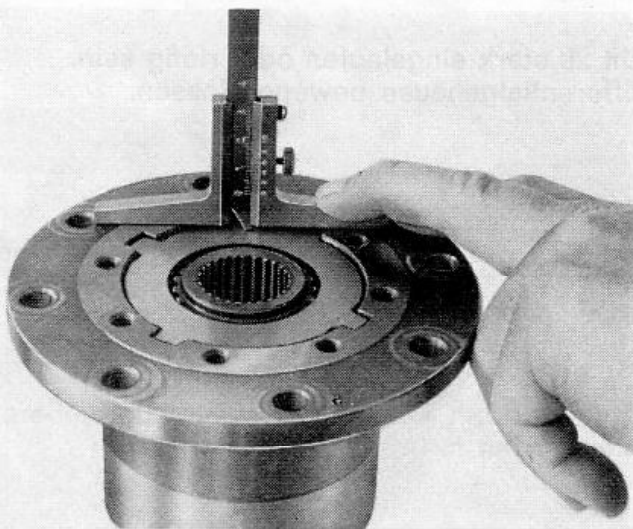

Abb. 5
2. Mit einem Tiefenmaß wird der Abstand der letzten Lamelle von der Gehäuse-Oberkante gemessen (Abb. 5).